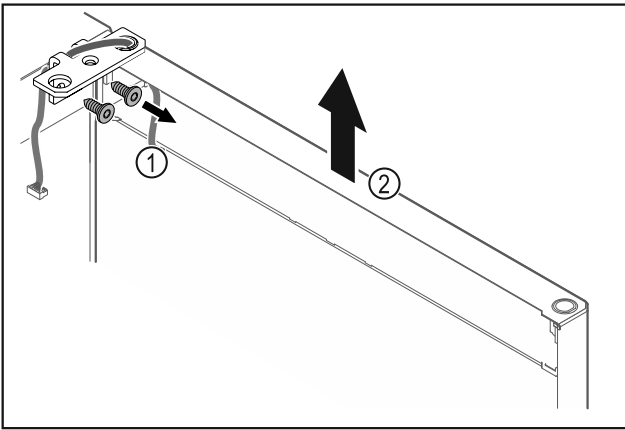

Fig. 23
- ▶ Irrota saranakulma Fig. 23 (1).
- ▶ Nosta ovea saranakulmineen Fig. 23 (2) noin 200 mm suoraan ylöspäin ja ota pois.